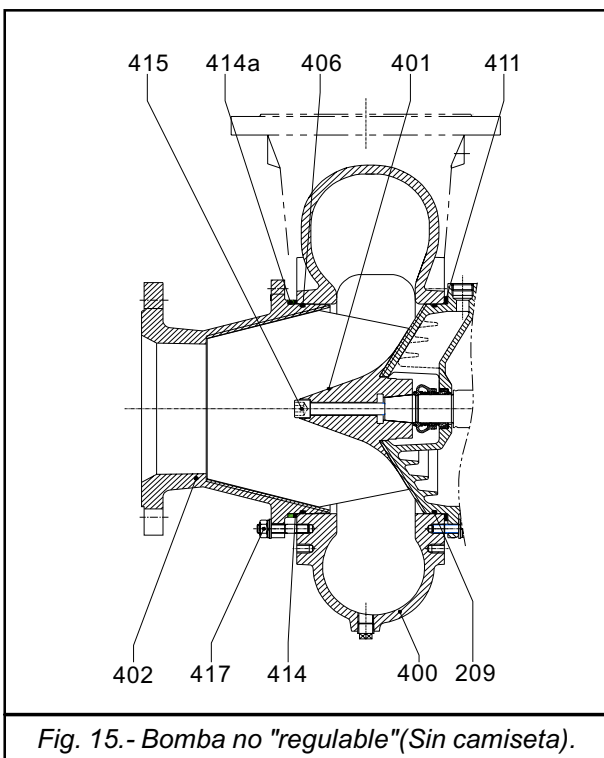

Fig. 15.- Bomba no "regulable" (Sin camiseta).
Estas bombas tienen una tapa de succión de una sola pieza (Pos.402) empernada a la caja (Pos.400) mediante espárragos y tuercas (Pos.417). El ajuste de la luz se hace mediante laines (Pos.411) entre la caja y el conjunto motor. En ciertos modelos puede haber un anillo espaciador (Pos.414b) entre las superficies de la tapa de succión y la caja. Cuando hay un desgaste excesivo de la superficie cónica, la tapa de succión (Pos.402) deberá ser reemplazada (Ver Fig. 15)
- b) Bombas sin camiseta de desgaste. (Ver Fig. 15).